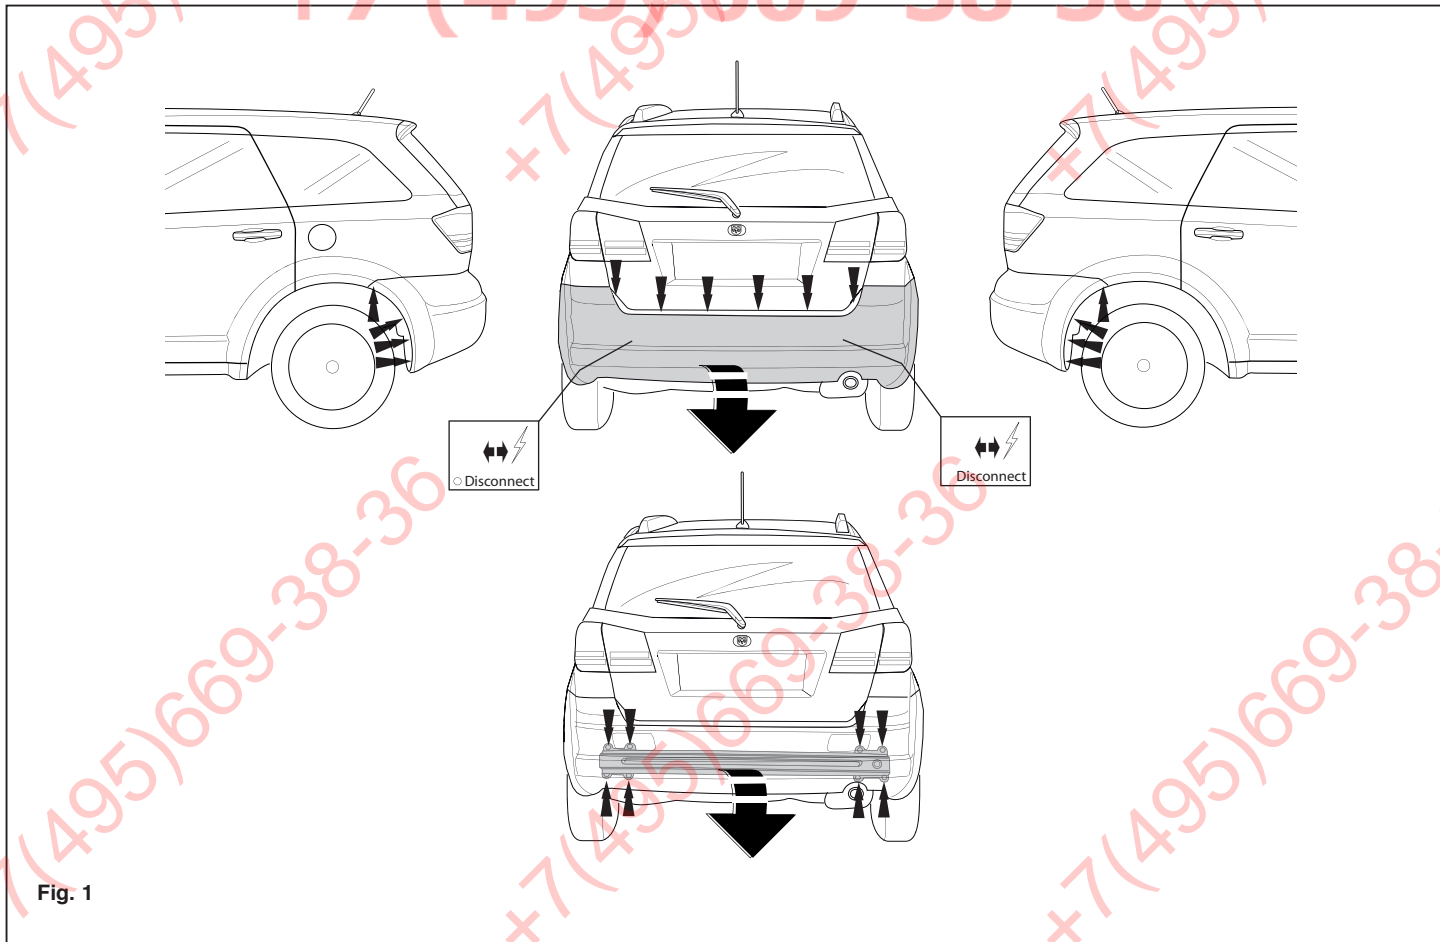

Fig. 1
1. Снять бампер вместе со стальными брызговиками автомобиля. См. рисунок 1.
1. Remove the bumper and the steel buffer beam from the vehicle. See figure 1.
1. Die Stoßstange einschließlich des stählernen Stoßbalkens vom Fahrzeug abmontieren. Siehe Abbildung 1.